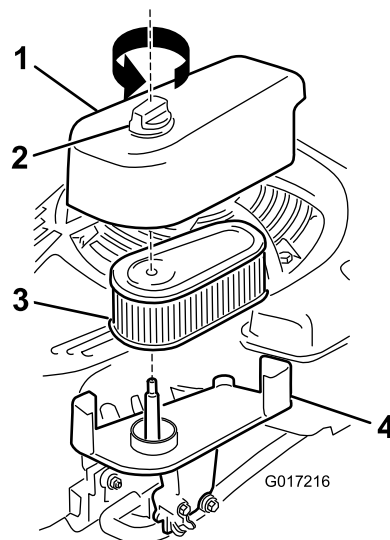

Figura 32
1. Afloje el cierre y retire la tapa del filtro de aire (Figura 32).